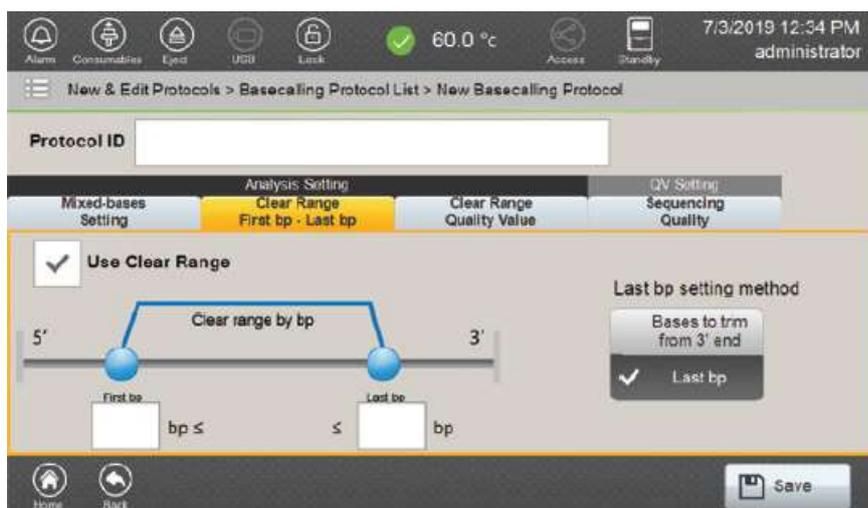
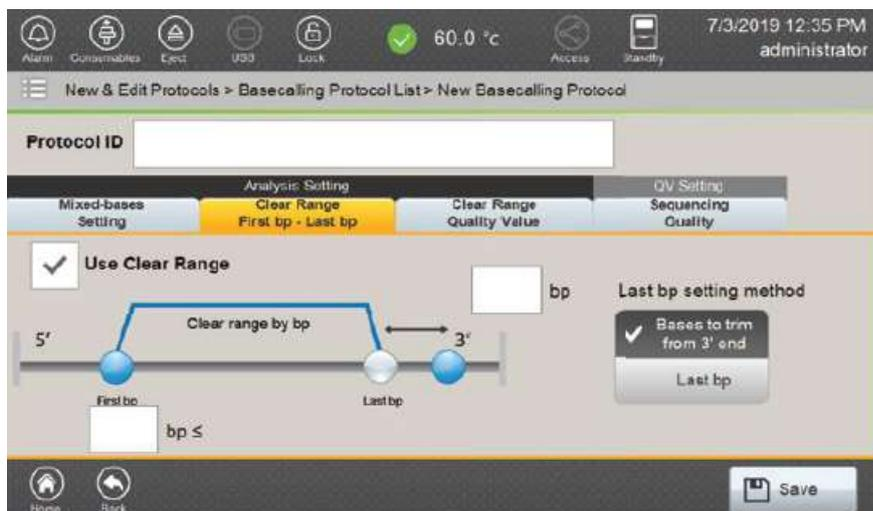

図 123 Use Clear Rang : Last bp 画面
図 124 Use Clear Range : Bases to trim from 3' end 画面
Clear Range First bp-Last bp	<p>Clear range（図 123、124）にある入力欄を使って最初と最後の bp を決めるために、“Use Clear Range”にチェックを入れてください。</p> <p>注： 新しく Basecalling Protocol を作る場合、デフォルトでは Clear Range First bp-Last bp が無効になっています。（チェック Box にチェックが入っていません） basecalling protocol で Clear Range First bp-Last bp のメソッドを使う場合、検討される解析の first bp の位置は、First bp の項目に 5'bp を入力することで設定されます。</p> <p>3' end point（last bp の位置）には、clear range の 3' end を設定するための 2 つの last bp の設定メソッドが使用できます。</p> <ul style="list-style-type: none"> <li>・ Last bp： 解析をするシーケンスの最後の bp を入力する。（Last bp の項目に 3' bp の位置を入力する）（図 123）</li> <li>・ 3' end から切り取られる base：最後の bp として定義するシーケンスの 3' end から指定した base 数を切り取ります。（切り取る base 数を bp の入力欄に入力する）（図 124）</li> </ul> <p>First bp と Last bp や 3' end から切り取ることができる base の最小値と最大値は、それぞれ 1bp と 1200bp になります。</p>
- 最初と最後の base 設定を選択するボタンを有効のために、**Use Clear Range** のボックスにチェックを入れます。(図 123)
ここにチェックが表示され有効になっている場合、解析の対象となる最初の bp の値を **First bp** の項目に入力します。次に 3' end から切り取る base 数を **bp** の項目に入力します。(図 124) この設定に基づき、解析の対象となる最後の bp は、得られたシーケンスの長さに依存します。